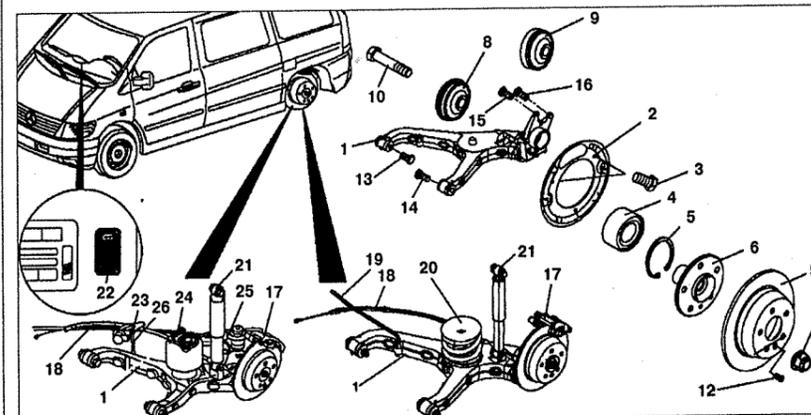

Рис. 7.13. Нижний рычаг подвески:
3. Снимите ступицу 6 (см.рис.7.13).